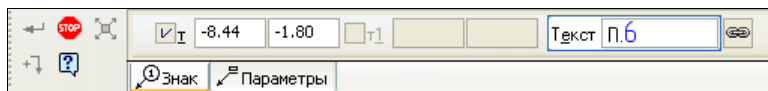

Рис. 48.7. Панель свойств: Знак
- ◆ вызовите команду **Знак маркировки**. Укажите точку, на которую указывает линия-выноска. На Панели свойств: Знак (рис. 48.7) нажмите на кнопку **Вставить ссылку**. Система выведет на экран диалоговое окно **Ссылка**, где в окне **Список источников** в данном случае представлен список требований чертежа;